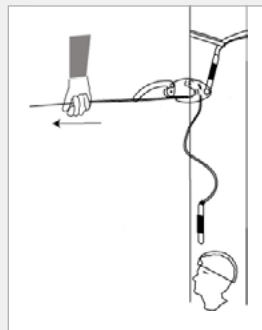
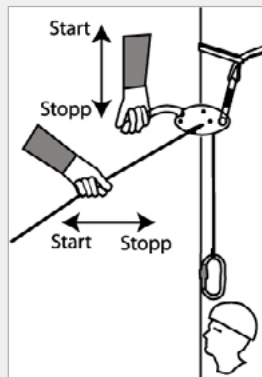

Fig 5, sml-19
Fig 6, sml-22
3. Slyngen legges rundt konstruksjonen og endene samles i den grønne karabineren som er festet til nedfiringsbremsen slik at Smartline henger opp-ned som vist på fig 5 og fig 6;
5. Stram så tauet ved å dra i tauenden som går ut av slissen slik at tauet mellom forankring og den skadde strammes så mye som mulig (fig 5). Det er viktig at dynamiske belastninger unngås;
- **Støttestropp med justerbar lengde.** Etter at tauet mellom forankring og den skadde er strammet så mye som mulig (fig 5), slakkes justeringen på støttestroppen slik at vekten overføres til Smartline. Fjern støttestroppen;
- (fig 6) øker hastigheten. Ved å senke håndtaket eller slippe helt, stopper nedfiringen. Ha alltid en hånd på tauenden som går inn i slissen for å kontrollere nedfiringen og for å kunne tilføre ekstra bremseeffekt ved å føre tauet inn i slissen;